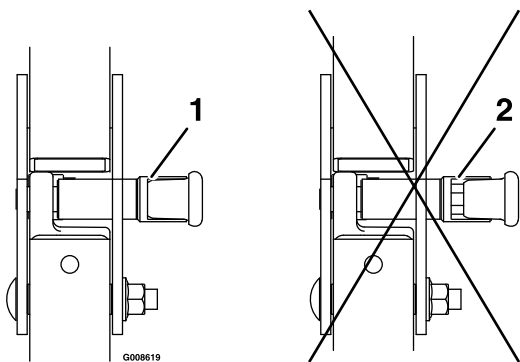

Figura 9
1. Levante la barra antivuelco a la posición de uso y gire los pomos para que se introduzcan parcialmente en las ranuras (Figura 9).
2. Levante la barra antivuelco a la posición vertical, presionando sobre la parte superior de la barra para que las clavijas encajen al alinearse con los orificios (Figura 9).
3. Presione sobre la barra antivuelco para asegurarse de que las clavijas han quedado encajadas (Figura 9).